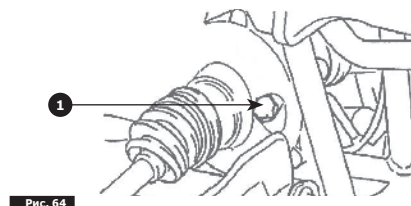
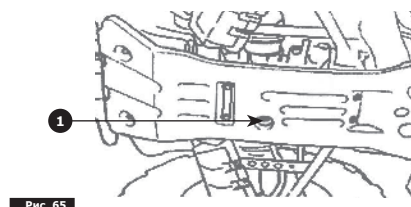

Рис. 64
Рис. 65
3. Выверните болт **1** **Рис. 64** маслозаливного отверстия и болт-пробку **1** **Рис. 65** для слива масла. Слейте масло.